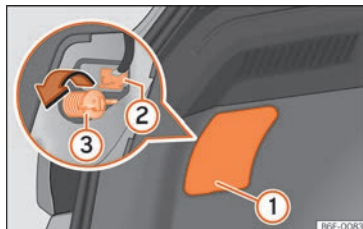
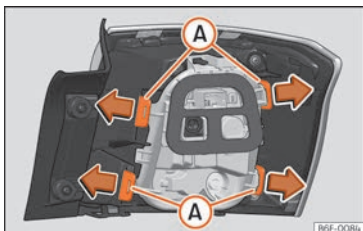

Abb. 170 Gepäckraum: Zugang zur Befestigungsschraube der Heckleuchte
Abb. 171 Befestigungslaschen Rückseite Heckleuchte.
- Hebeln Sie die Abdeckung an der Aussparung mit dem flachen Teil des Schraubendrehers ab »» [Abb. 170] ①.
- Ziehen Sie den Stecker der Leuchte ② ab.
- Schrauben Sie mit der Hand oder mit Hilfe eines Schraubendrehers die Befestigungsschraube der Leuchte ③ heraus.
- Bauen Sie den Lampenträger aus, indem Sie die Befestigungslaschen »» [Abb. 171] A entriegeln.